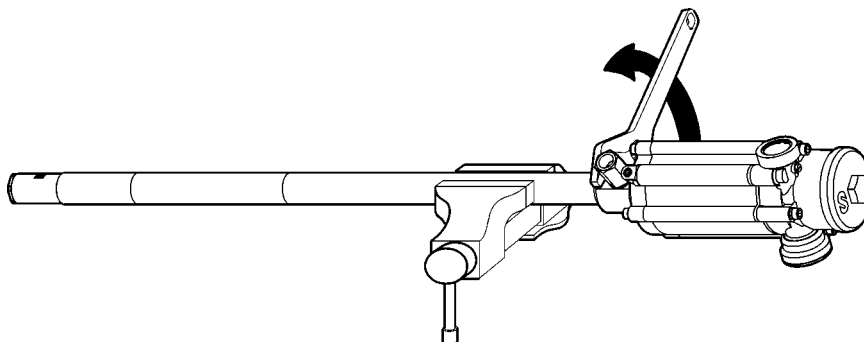

Fig. 4
2. Unthread the air motor from the suction tube (44) and pull out the air motor until the pin (34) get visible (Fig. 4).
1. Fijar la bomba en una mordaza agarrando por el tubo de aspiración (47) con la bomba en posición horizontal.
2. Desenroscar el motor de aire del tubo de aspiración(44) y tirar el motor de aire hacia fuera hasta quedar visible el pasador(34) (Fig. 4).
1. Placer la pompe à l'horizontale et tenir le tube d'aspiration (47) de cette dernière à l'aide d'un établi.
2. Desserrer le tube d'aspiration (44) du corps de la pompe et tirer ce dernier jusqu'à atteindre le goujon (34) (Fig. 4).
2. Den Luftmotor vom Saugrohr (44) abschrauben und herausziehen, bis der Stift (34) sichtbar ist (Bild 4).